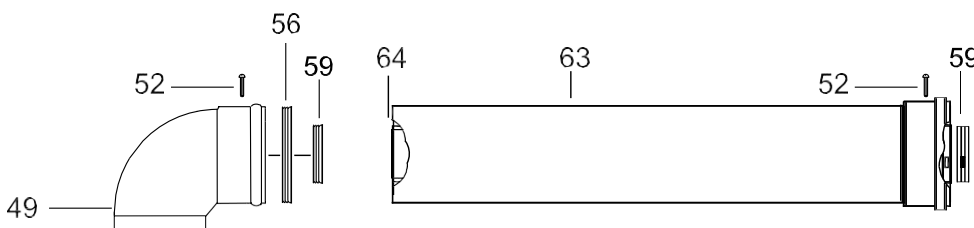

Fig.18
Trabalhando acima da caldeira, puxe a conduta de exaustão em direção à caldeira para encaixar o tubo (fig. 18 item 61). Posicione a conduta na curva de saída da caldeira e empurre para encaixar as condutas interna e externa corretamente, garantindo uma boa vedação. Aperte os dois parafusos na flange da conduta para prender a curva na posição correta.
Estão disponíveis kits de extensão para aumentar a conduta até um comprimento total de 8 metros (fig.18).
Meça a distância entre as curvas da conduta ou o conjunto da conduta / terminal. As medições devem ser feitas a partir da extremidade externa da conduta e a curva (fig. 18).